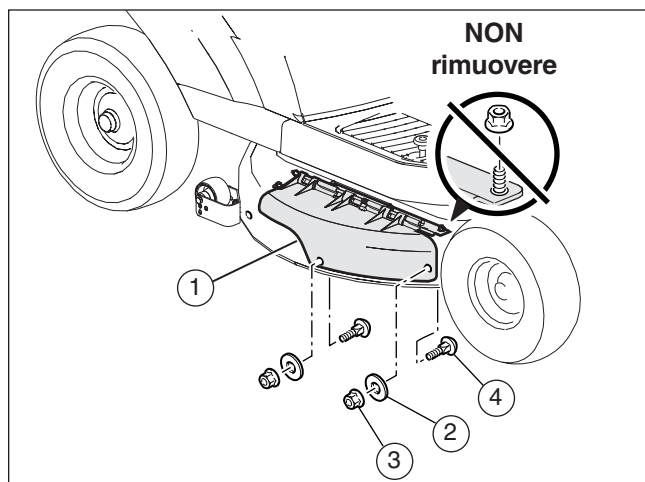

Figura 11
2. Montare la copertura dell'elemento di pacciamatura (1) sul piano di falciatura servendosi dei bulloni (4), delle rondelle (2) e dei dadi di flangia (3) (vedere **Figura 11**).